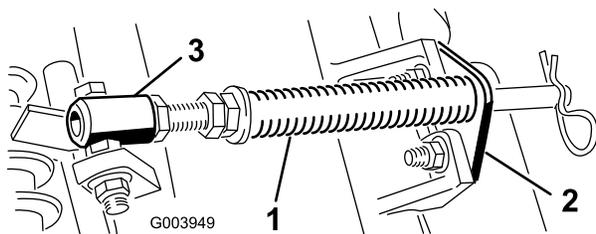

Figura 9
- A. Retire os 2 parafusos e porcas da carroçaria que prendem o suporte da barra aos separadores da unidade de corte (Figura 9).
- B. Retire a porca flangeada que prende o parafuso com cabeça do tubo de mola ao separador da estrutura de suporte (Figura 9) Retire o conjunto.